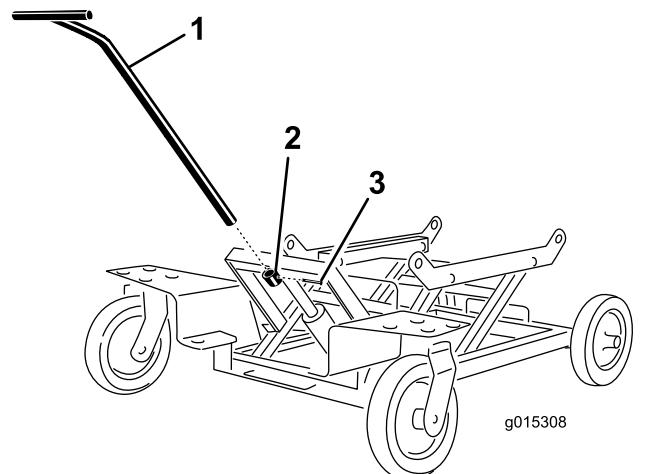

Figura 1
1. Instale el manillar en el carrito elevador y sujetelo con el pasador (Figura 1).